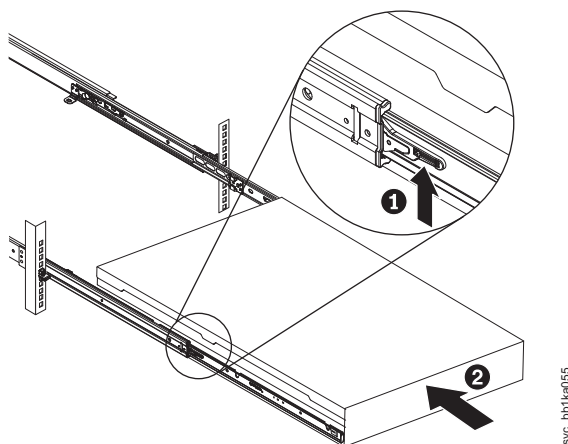

Figura 69. Levantando as Alavancas de Travamento dos Trilhos Deslizantes do Rack
8. Levante as alavancas de travamento (**1** no Figura 69) nos trilhos deslizantes e empurre o servidor **2** completamente no rack até que ele encaixe.